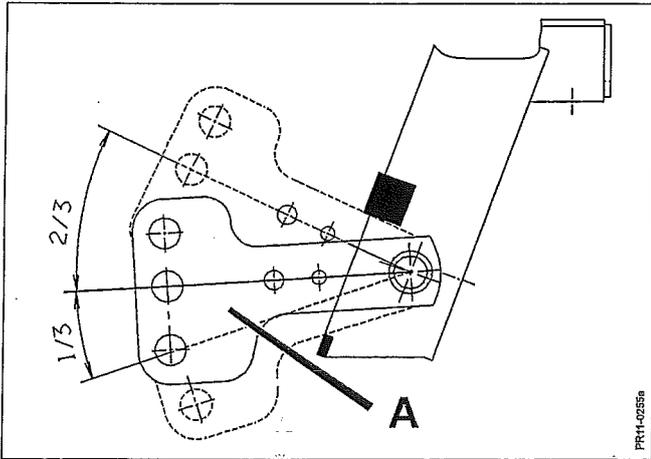

Fig. 3-16
- Fig. 3-16 Die Unterlenker heben/senken, bis die Haltekette straff ist, laut der Anweisung in Abschnitt 2, und die Maschine in korrekter Höhe ist, um arbeiten zu können. Dieses wird bekanntlich erreicht, wenn die Kippvorrichtung **A** des linken Unterlenkers sich 1/3 nach unten und 2/3 nach oben bewegen kann.